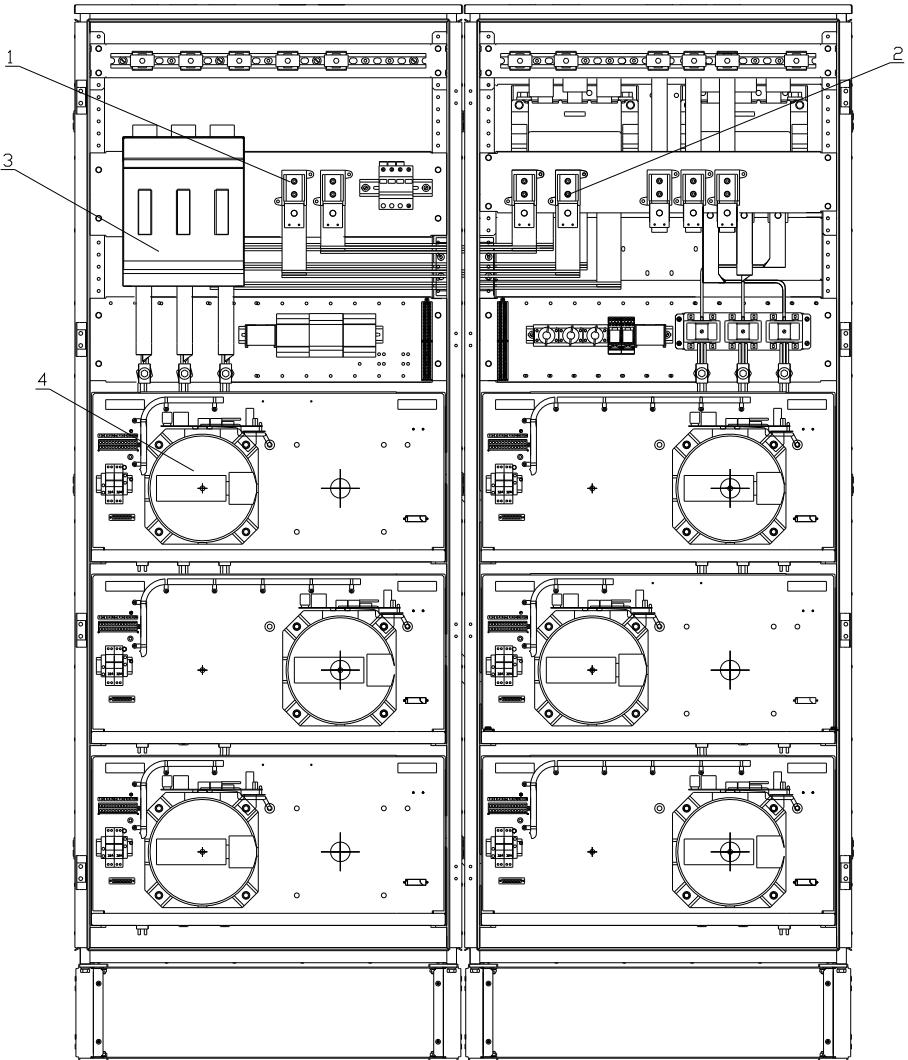
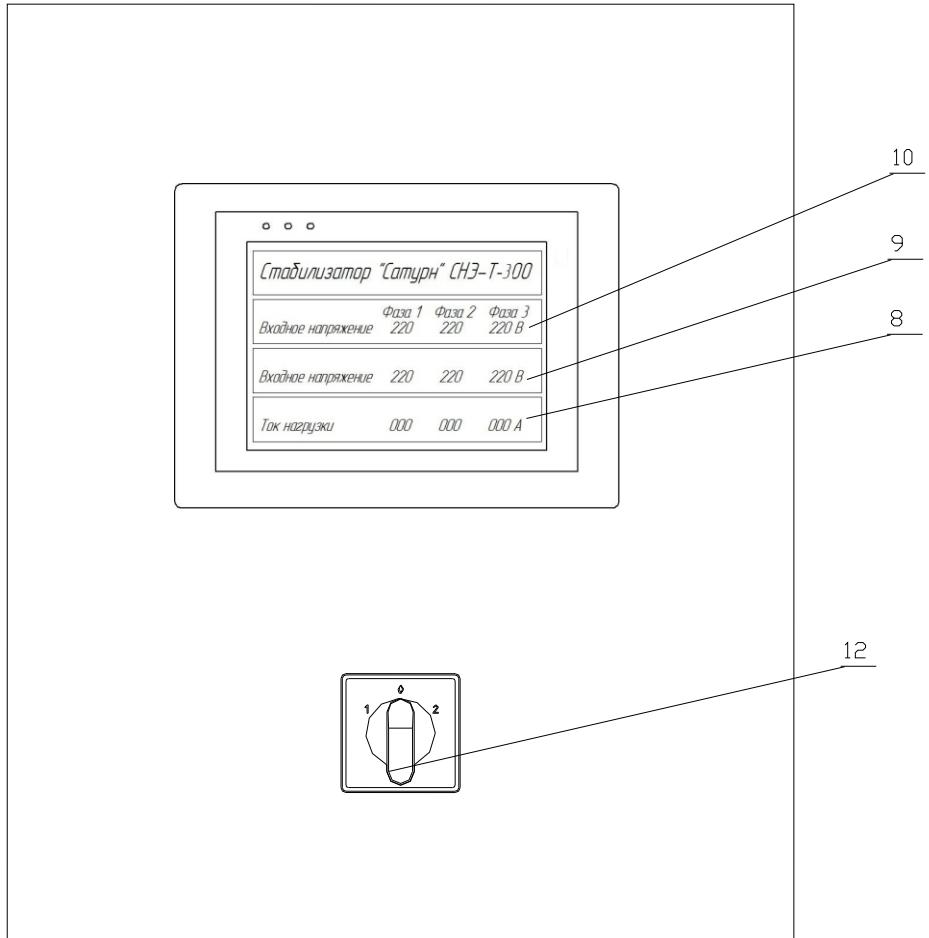
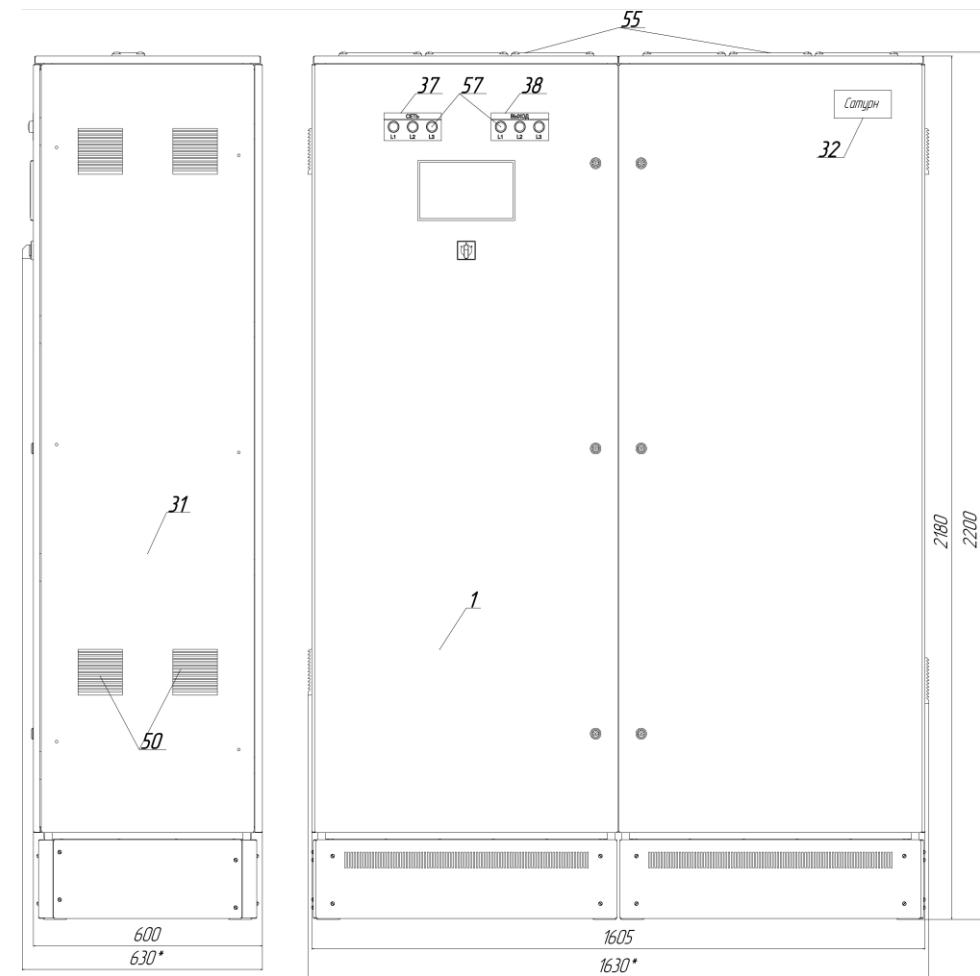

Рис.3. Внешний вид стабилизатора (без дверей).
Рис.2. Панель управления. Примерный вид индикаторной панели в режиме работы «ЧЕРЕЗ СТАБИЛИЗАТОР».
Рис.1. Внешний вид стабилизатора.
Изделие выполнено в виде 2-х шкафов, соединенных между собой (см. рис.1, рис.2, рис.3; Приложение 1).
- три индикаторных лампы наличия входного напряжения «СЕТЬ L1, L2, L3» (рис.1 поз.57,37);
- три индикаторных лампы наличия выходного напряжения «НАГРУЗКА L1, L2, L3» (рис.1 поз.57,38).
- переключатель режимов работы стабилизатора «ЧЕРЕЗ СТАБИЛИЗАТОР» - «ВЫКЛ» - «ПРЯМОЕ ВКЛЮЧЕНИЕ» (рис.2 поз.12);
(рис.3 поз.1,2);
- рубильник с плавкими предохранителями (рис.3 поз.1);
- шесть съемных блоков ЛАТРов (рис.3 поз.4).
- вентилятор со степенью защиты IP54 (рис.1 поз.49).
- фильтр со степенью защиты IP54 (рис.1 поз.50).
- фитинги для ввода-вывода силовых кабелей (рис.1 поз.55).
Произвести подключение входных и выходных проводов в шкафу (рис.1) сечением, не менее указанного в таблице п/п1.2.15, согласно маркировке:
- на мониторе появляется надпись «ВКЛЮЧЕНИЕ», а после подключения нагрузки высветятся показания входного и выходного напряжения и показания тока по каждой фазе L1, L2, L3 (см. Рис.2)